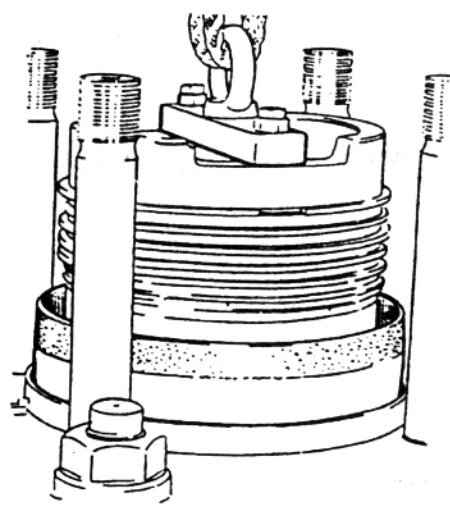

图 1-4 活塞组件的吊出
2) 在活塞顶装上专用提升工具, 如图 1-4 所示, 利用手拉葫芦吊起活塞连杆组件。起吊葫芦的索引绳应与气缸中心线在同一直线位置上。